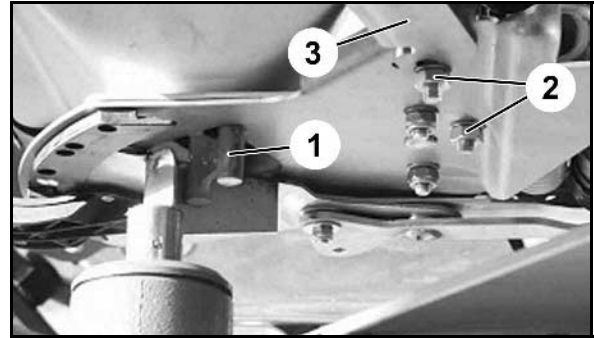

Fig. 9
1. Ayar motoru konsoluna ilişkin (Fig. 9/2) sabitleme cıvataları (Fig. 9/3) sökülmalıdır.
2. Kalınlık mastarı (Fig. 9/1) tahliye deliğine yerleştirilmelidir.
3. Ayar motoru konsolu (Fig. 9/3) kalınlık mastarına doğru çevrilmeli ve sabitleme cıvataları (Fig. 9/2) tekrar sıkılmalıdır.